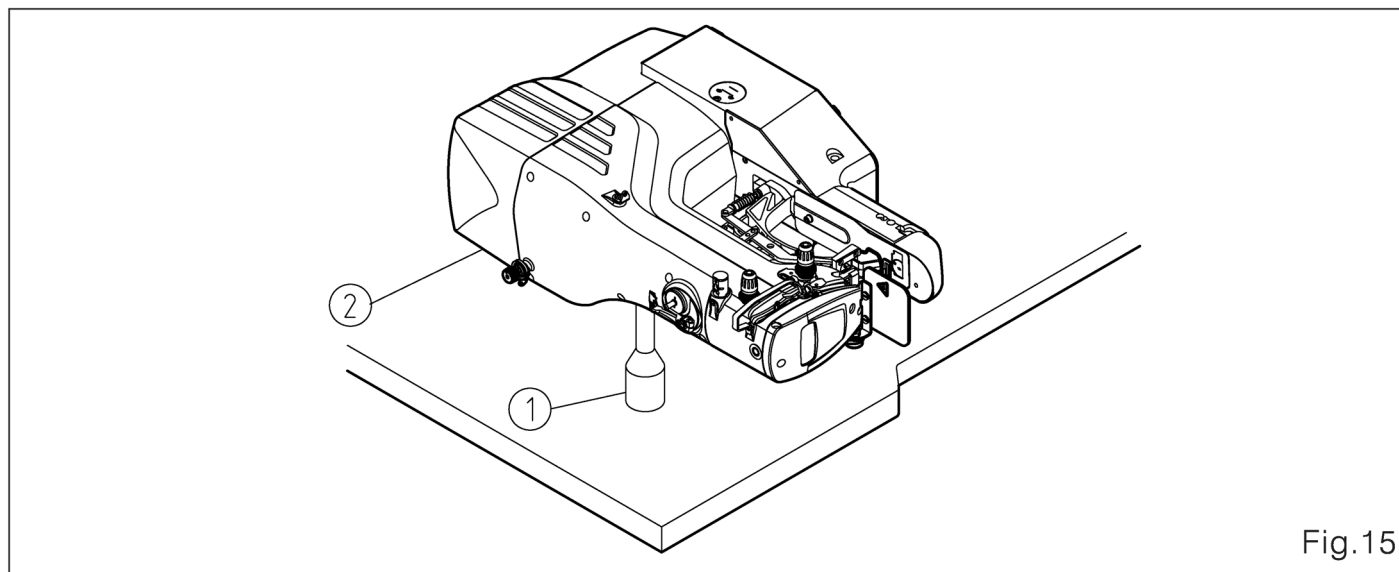

Fig.15
8. Como inclinar a máquina de costura (Fig. 15)